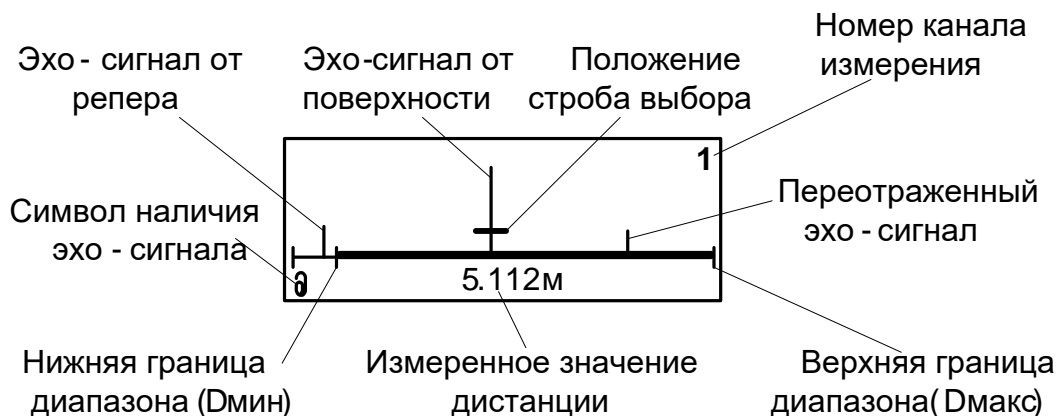

Рис.4. Вид окна РАЗВЕРТКА.
2.4.1.8. В расходомере предусмотрена возможность индикации в графической форме регистрируемых сигналов, попадающих в заданный диапазон измерений. Сигналы отображаются в окне **РАЗВЕРТКА** (**Настройка / Параметры объекта / Развертка**) в порядке прихода по времени (рис.4).